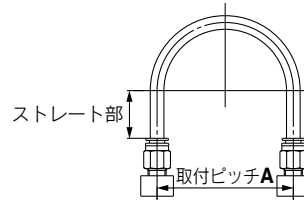
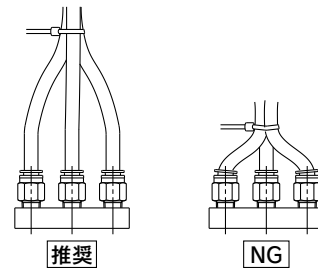

図1 推奨配管図
図2 結束バンドで配管を束ねた場合
- ①ワンタッチ管継手に配管する際は図1の推奨配管条件にて、チューブ長さに余裕を持った配管をお願い致します。また、結束バンドなどで配管を束ねる場合には継手に外力が加わらないよう配管願います。(図2参照)